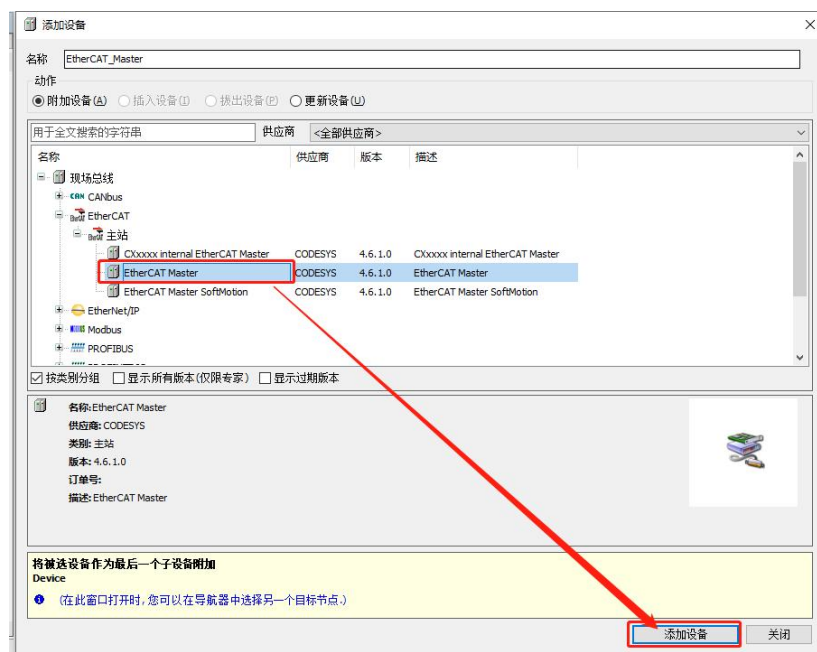

图 4.5 添加设备
(5) 右击设备栏的“Device(CODESYS Control Win V3 x64)”->“添加设备”，选择 EtherCAT->主站->EtherCAT Master 后点击添加，如下图 4.5 所示。